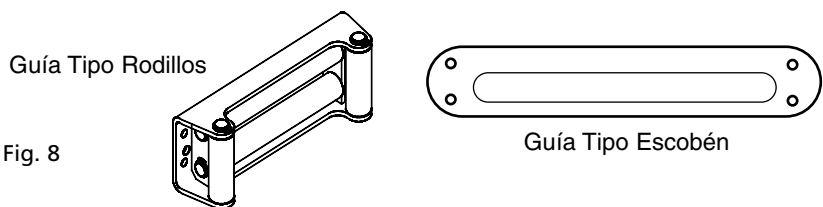

Fig. 8
5. Equipar el cabrestante con un escobén reducirá el desgaste del cable de alambre durante los tiros en ángulo (vea la Fig. 8). Los rodillos reducen el frotamiento y la abrasión al cable de alambre.